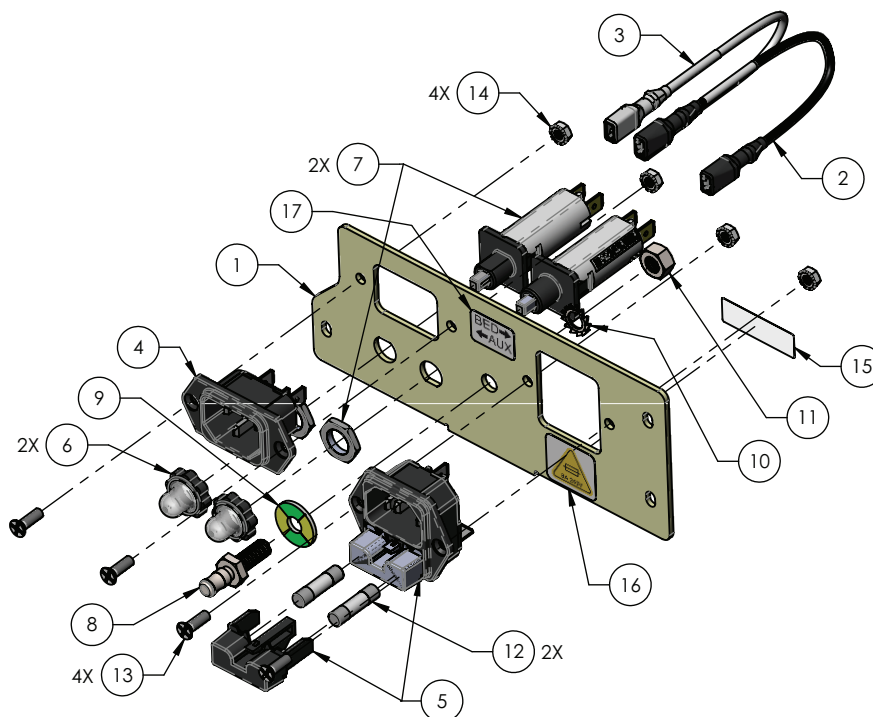

Figure 7 – Remplacement de l'entrée d'alimentation
5. À l'aide d'un tournevis cruciforme n° 2, retirer et conserver les trois vis (13) qui fixent l'ensemble d'entrée d'alimentation (5) à l'ensemble soudé du plan de couchage et tirer l'ensemble vers l'extérieur (Figure 7).
6. Saisir chacun des trois fils de la prise d'alimentation (5) tout en appuyant sur la languette de verrouillage et tirer tout droit hors de la prise d'alimentation (Figure 7).
7. À l'aide d'un tournevis cruciforme n° 2 et d'un tournevis à douille de 5/16 po, retirer et conserver les deux vis (13) qui fixent la prise d'alimentation (5) à la plaque de montage (1). Retirer et jeter la prise d'alimentation (Figure 7).